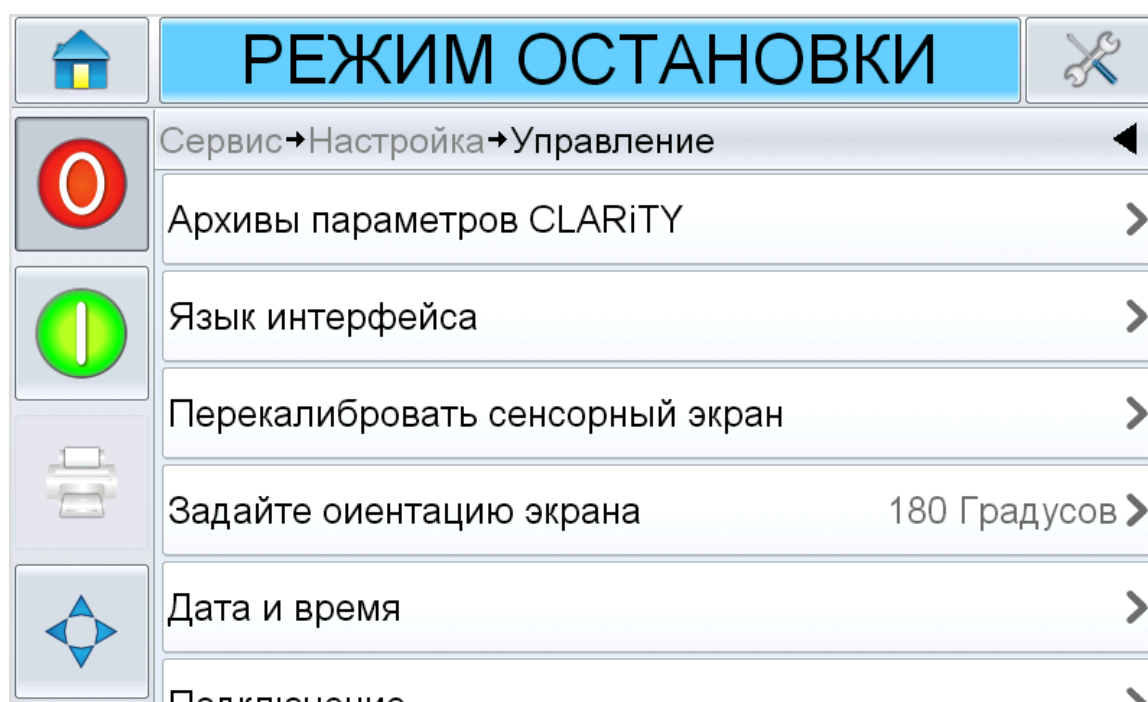

Рис. 4-4: Размер шрифта на изображении по умолчанию
1. Войдите в *Сервис > Настройка > Управление* как показано на Рисунок 4-4.